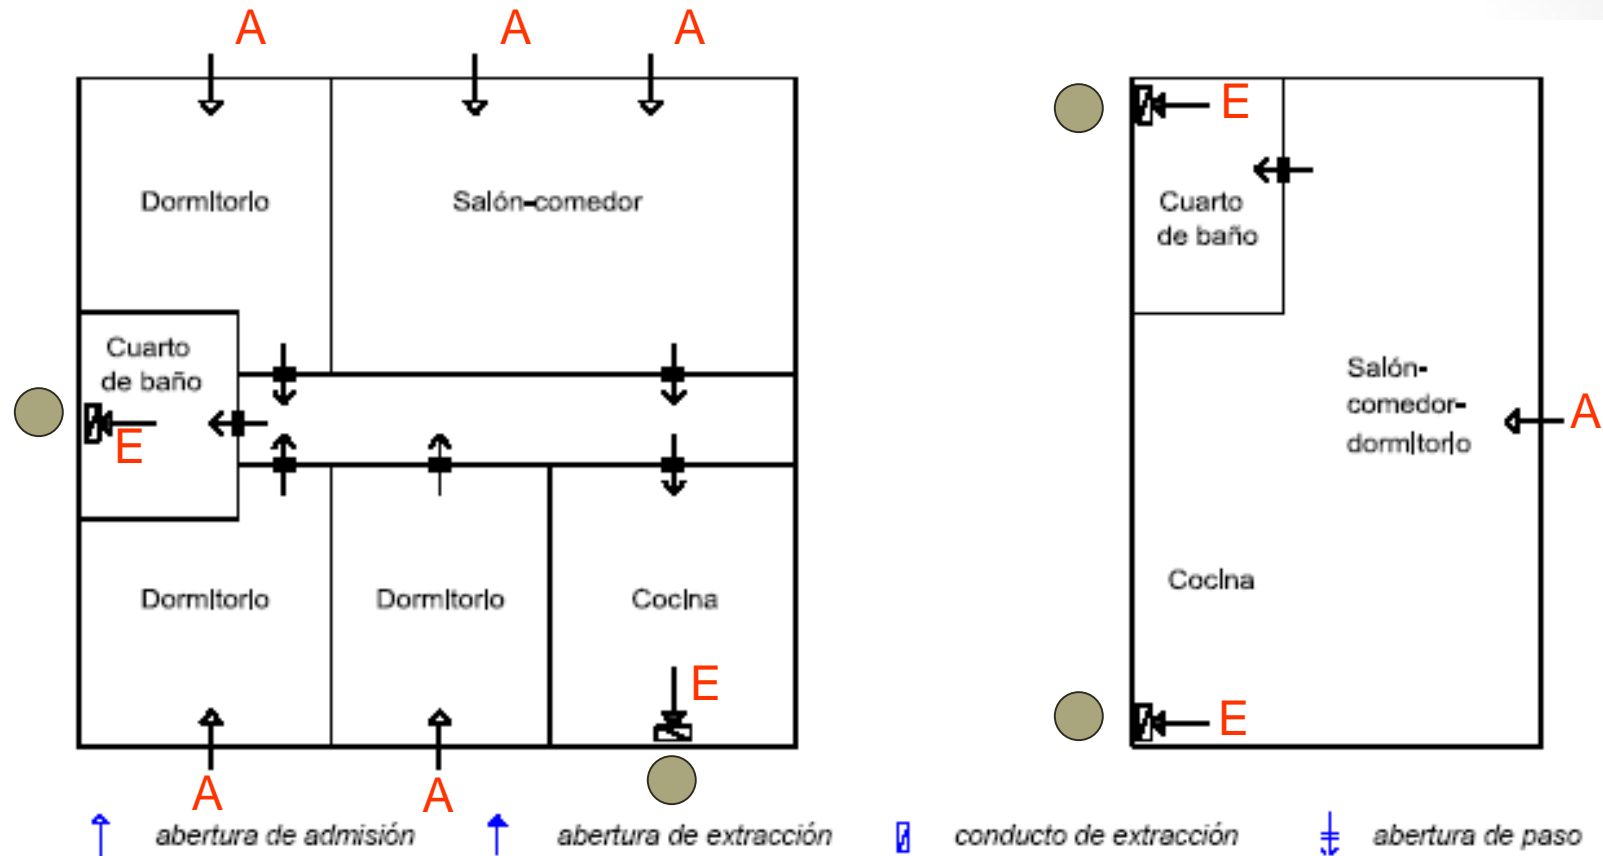

Figura 3.1 Ejemplos de ventilación en el interior de las viviendas
- 1 Las viviendas deben disponer de un sistema general de ventilación que puede ser híbrida o mecánica con las siguientes características (véanse los ejemplos de la figura 3.1):